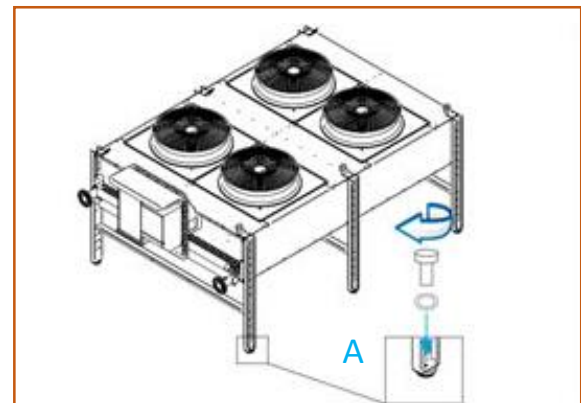

FIG. 08
- Fixer l'accessoire [A] à l'emplacement prévu, anti-vibrations à l'aide des vis et rondelles fournies (FIG. 08)